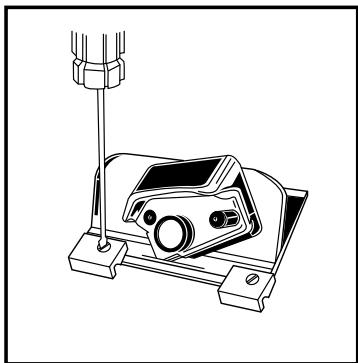

Fig. 2
2. Holding the bearing with the slot facing down, align the hole in the bearing with hole in the cutter base and thread in the screw (Fig. 2).
2. En maintenant le guide, la fente tournée vers le bas, alignez le trou du guide sur le trou situé sur la base de la tête et fixez-le avec la vis (Fig.2).
2. Mantenga la guía con la ranura hacia abajo, alinee el agujero de la guía encima del agujero en la base del cabezal y fíjela con el tornillo (Fig. 2).